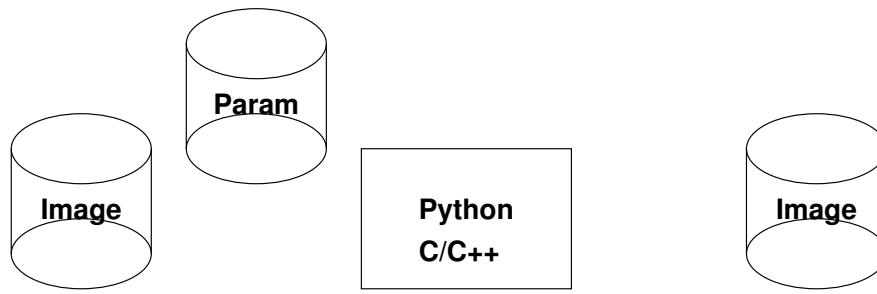

FIGURE 1 – Etape 1 : référence algorithmique
- **R**éférence algorithmique, figure 1